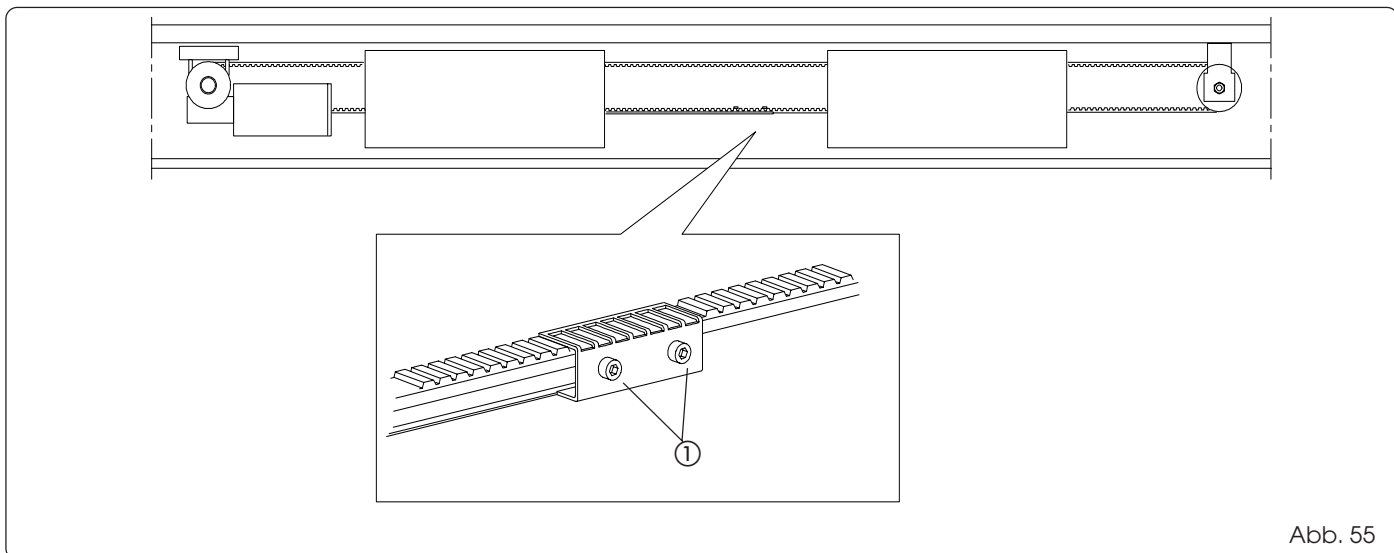

Abb. 55
Das Antriebsmodul wird mit nur einer Führungsstange geliefert, die bereits am Riemen befestigt und immer am unteren Riementeil nach links gerichtet angeschlossen ist (Abb. 55).
Bei Türen mit Einzelflügel und Öffnung links müssen die beiden Spannschrauben (Abb. 55 Bez. ①) gelockert werden und die Führungsstange ist mit der Hand nach rechts zu schieben.